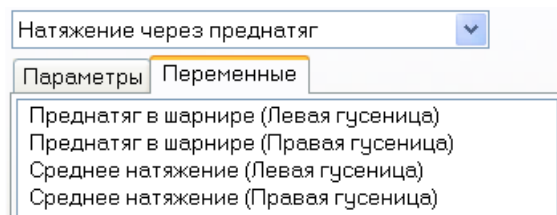

Рис. 45 Список стандартных переменных теста «Натяжение через преднатяг»
3) Откройте новое графического окно или удалите переменные из имеющегося окна. Перенесите мышкой три переменные из списка стандартных переменных, рис. 45: